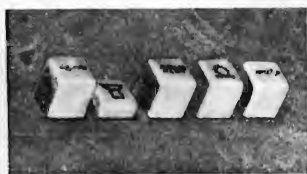

Fig. 10
g) Schiacciare come indicato in fig. 10 il secondo tasto a sinistra, quello cioè recante il simbolo « ☐ ».